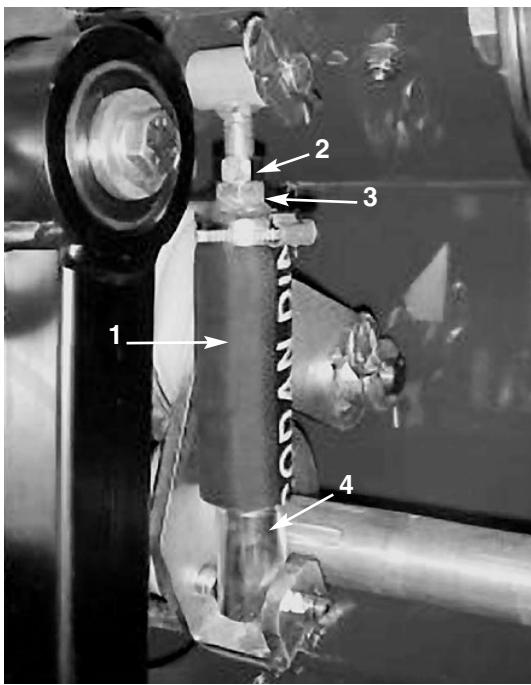

Bild 30
- A. Lockern Sie die Klemmmutter, mit der das Spanscheibenrohr am Spannarm befestigt wird (Bild 30).